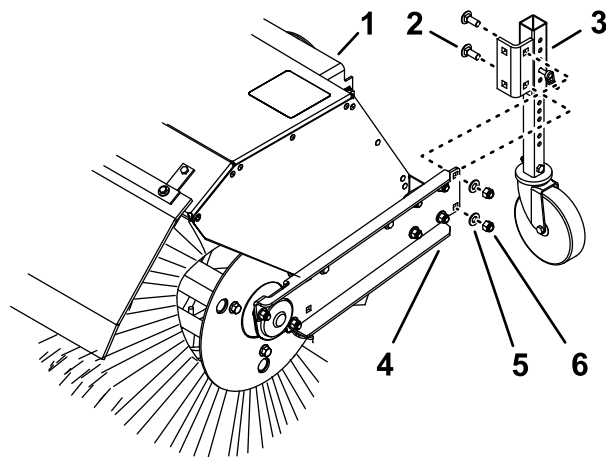

Figura 21
Para trabajar en la nieve, mueva las ruedas giratorias desde la parte delantera de los brazos del cepillo hasta la parte trasera de la cubierta del cepillo (Figura 21).
- Retire las 2 contratuercas, las 2 arandelas y los 2 pernos de cuello cuadrado (Figura 21) que sujetan el soporte de la rueda giratoria al brazo del cepillo.
- En la parte trasera de la cubierta del cepillo, alinee los orificios del soporte de la rueda giratoria con los orificios del lado interior del brazo del cepillo (Figura 21).
- Sujete el soporte de la rueda giratoria al brazo del cepillo con las 2 contratuercas, 2 arandelas y 2 pernos de cuello cuadrado (Figura 21).